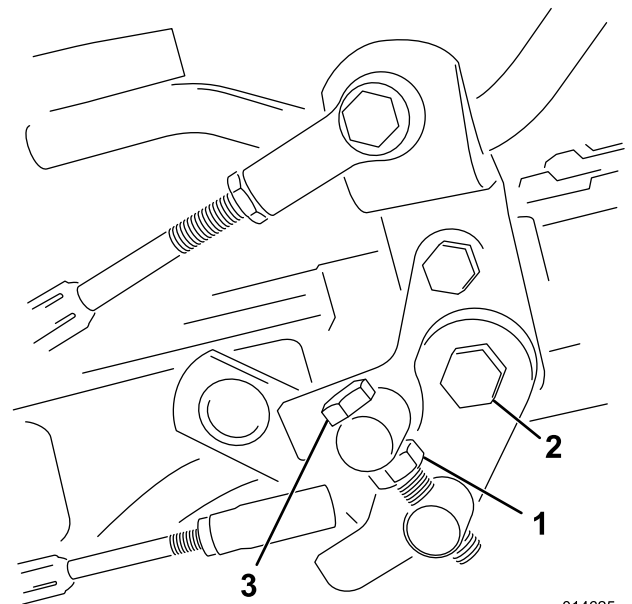

Figure 54
1. Desserrez l'écrou de blocage sur le boulon de tourillon (Figure 54).
4. Serrez l'écrou de blocage sur le boulon de tourillon et l'écrou sur le pivot de la pédale pour bloquer le réglage (Figure 54). Vérifiez le réglage et ajustez-le si nécessaire.